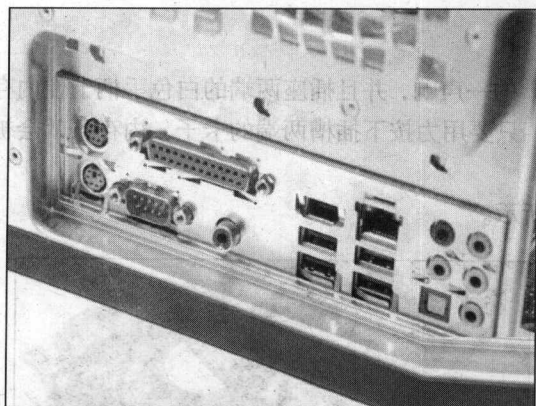

图 1-11 调整挡板
③ 将机箱背面的主板挡板中多余部分清除掉，并通过挡板来确定主板安放到位，如图 1-11 所示。